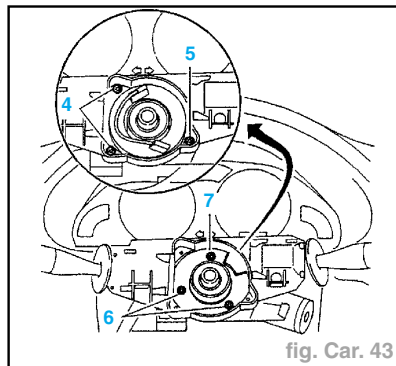
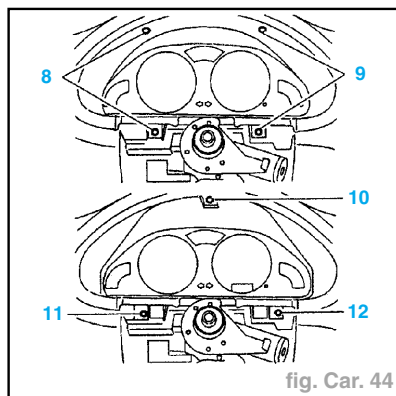

fig. Car. 43
fig. Car. 44
- Déposer (fig. Car. 43) :
- le raccord tournant de l'allumeur pyrotechnique "airbag" (vis (4) et (5)) : véhicules avec airbag,
- la commande de commutateur (vis (6) et (7)).
- Déposer (fig. Car. 44) :
- la visière du combiné (vis (8) et (9)),
- le bloc-compteur (vis (10), (11) et (12)).